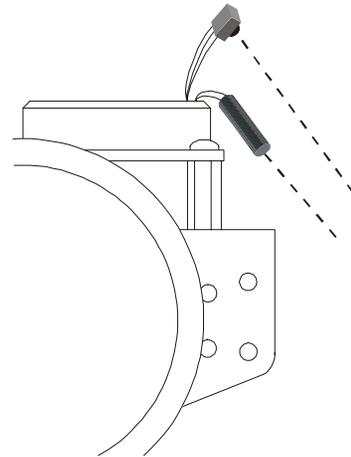

Figura 6.3: LED IR ajustado para detectar bordes.
- ❑ Apunte sus pares IR a la superficie de la mesa al frente del Boe-Bot como se muestra en la Figura 6.3. Los pares IR deberían apuntarse a 45° por debajo de la horizontal y a 45° hacia fuera del eje central del Boe-Bot.